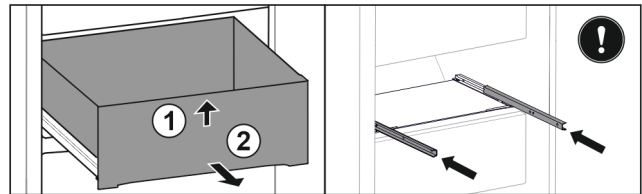

Fig. 28\*
- ▶ Повдигнете чекмеджето отпред Fig. 28 (1)\*
- ▶ Извадете напред Fig. 28 (2)\*